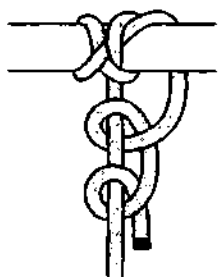

Рис. 618. **Пикетный узел** с двумя контрольными полштыками. Вяжется такой «штык» не дольше *штыка с обносом*, а по крепости превосходит его во много раз.
**Пикетный узел** находит широкое применение, но вяжут его в основном как временный узел. С помощью него можно привязать верёвку к санкам, прикрепить бельевую верёвку, привязать лошадь или собаку. С помощью **пикетного узла** можно привязать тонкую верёвку к толстой. **Пикетный узел** крепко обжимает опору и по ней не перемещается (рис. 618).